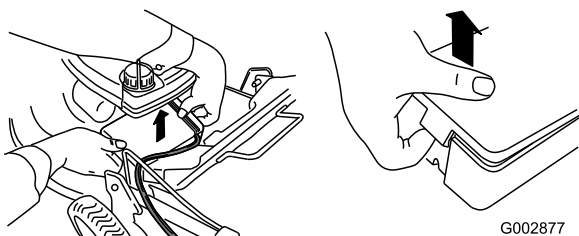

Figura 38
1. Sbloccate il coperchio della batteria da ambo i lati e toglietelo (Figura 38).